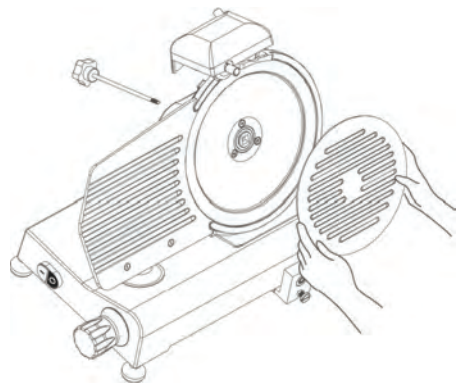

Fig. 4 - Rimozione della protezione della lama
- Rimuovere il coprilama svitando il perno sul retro dell'apparecchio (vedere Fig. 4).